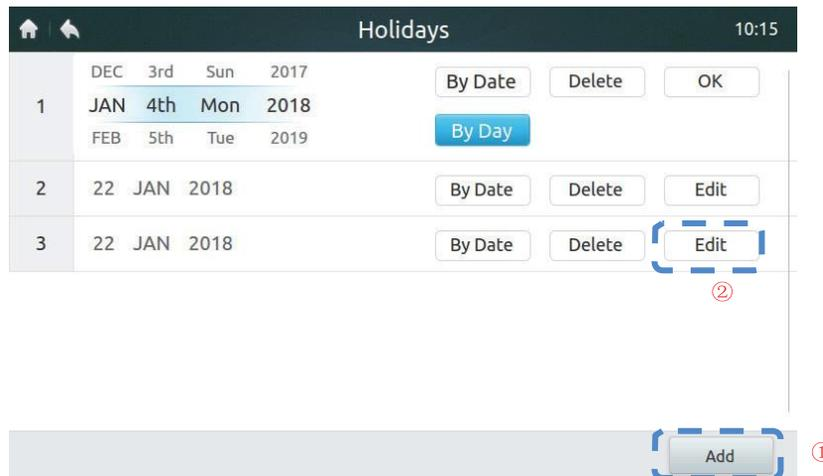

Figura 26
2. Toque no botão “ADD” (Adicionar) marcado com “1” na **Figura 26**.
3. Toque no botão “EDIT” (Editar) marcado com “2” na **Figura 26**.